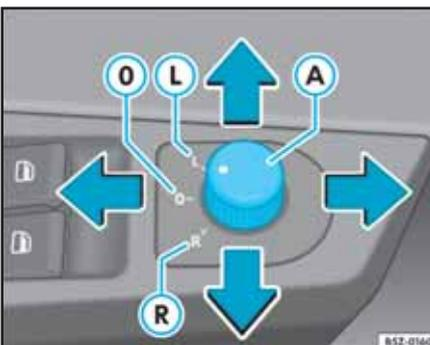

Fig. 82 Detalle de la puerta del conductor: botón de la regulación eléctrica de los espejos externos
- Gire el botón **(A)** ⇒ fig. 82 para la posición **(L)** (espejo externo de la izquierda).
3. Gire el botón **(A)** ⇒ **fig. 82** para la posición **(R)** (**espejo externo de la derecha**).
5. Después del ajuste de los espejos, retorne el botón para la posición de reposo ⇒ **fig. 82**.
Para memorizar la posición del espejo, gire el botón **(A)** ⇒ página 93, **fig. 82** hasta la posición **(R)**, coloque la marcha en reversa y ajuste el espejo para la posición deseada.